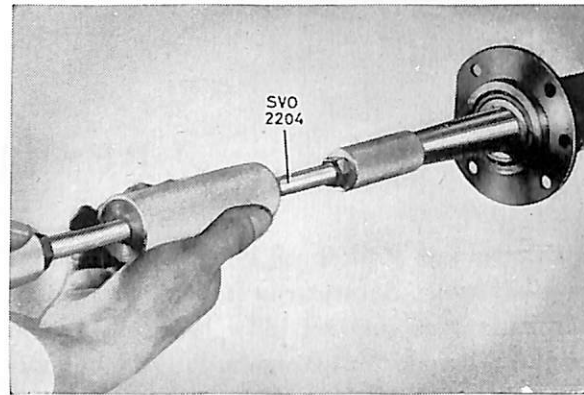
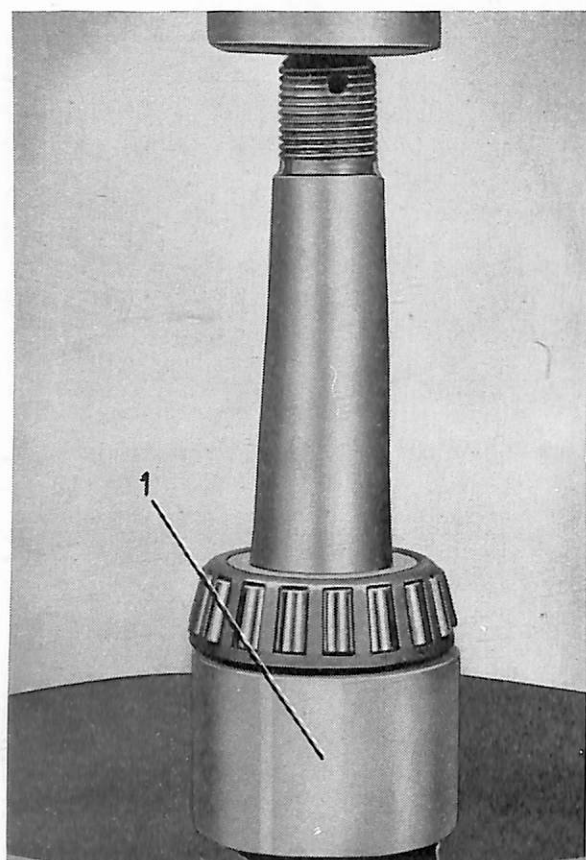

Bild 2. Demont. av drivaxel.
Bild 9. Demont. av drivaxellager.
2. Drag ut drivaxeln, bild 2. Använd utdragare SVO 2204.
2. Drag ut drivaxeln, bild 2. Använd verktyg SVO 2204. Kontrollera ev. byt tätningssringen.
3. Pressa av lagret, se bild 9. Använd SVO 1806 som underläggsring. Montera det nya lagret med hjälp av hylsa SVO 1805.
3. Tag bort drivaxlarna (13). Använd utdragare SVO 2204, se bild 2. Pressa vid behov rullagret (15) av axlarna. Härvid användes som underläggsring SVO 1806, se bild 9.